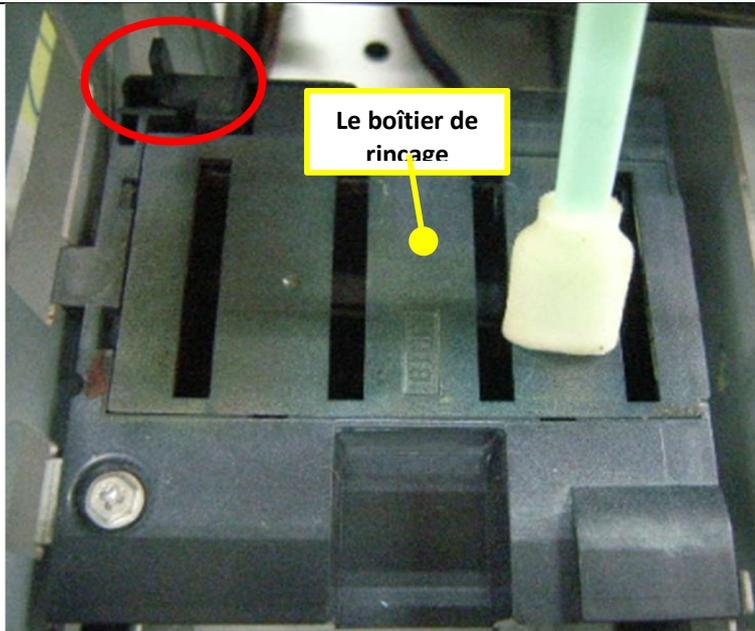

Fig. 18
Si le haut du boîtier de rinçage est sali avec de l'encre, nettoyez-le avec un bâtonnet propre tel qu'il est illustré dans la Fig. 18.
- La zone indiquée par un cercle rouge dans la Fig. 18 est fragile, par conséquent, essuyez délicatement.